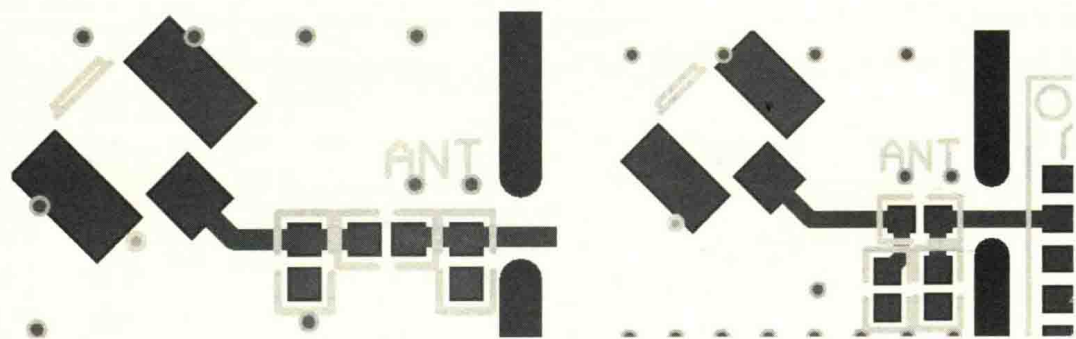
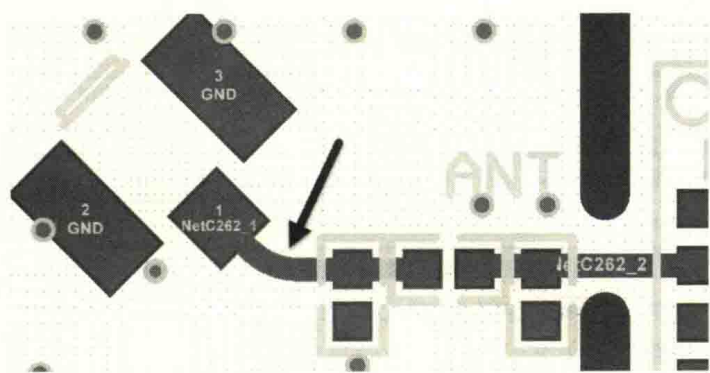

图 14-49 WIFI / BT 天线错误的走线方法
图 14-50 WIFI / BT 天线正确的走线方法
(10) 天线及微带线宽度设计需考虑到阻抗，阻抗严格为  $(50 \pm 10) \text{ ohm}$ 。走线下方需有完整的参考平面作为 RF（射频）信号的参考地，天线布线越长，能量损耗越大，因此在设计时，天线路径越短越好，不能有分支出现，不能打过孔。图 14-49 所示为 WIFI / BT 天线错误的走线方法。天线走线需转向时，不可以用转角的方法，需用弧形走线。图 14-50 所示为 WIFI / BT 天线正确的走线方法。